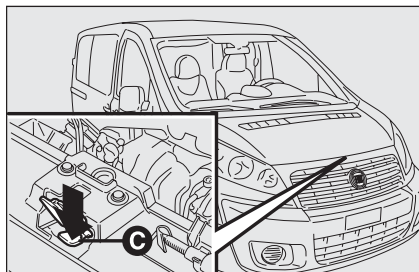

fig. 106
- druk op de haak **C-fig. 106** van de motorkap;